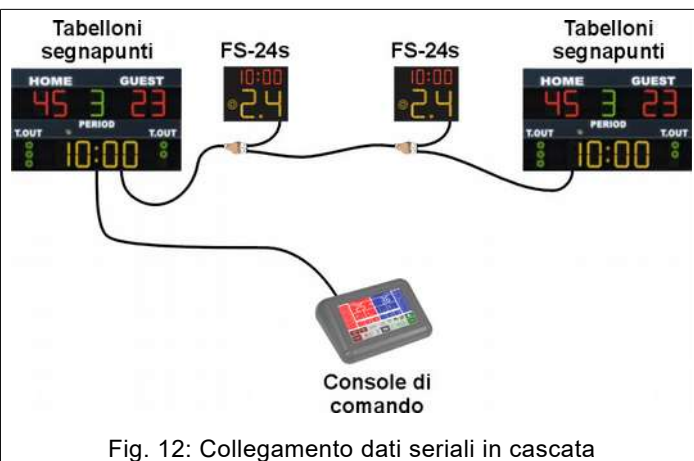
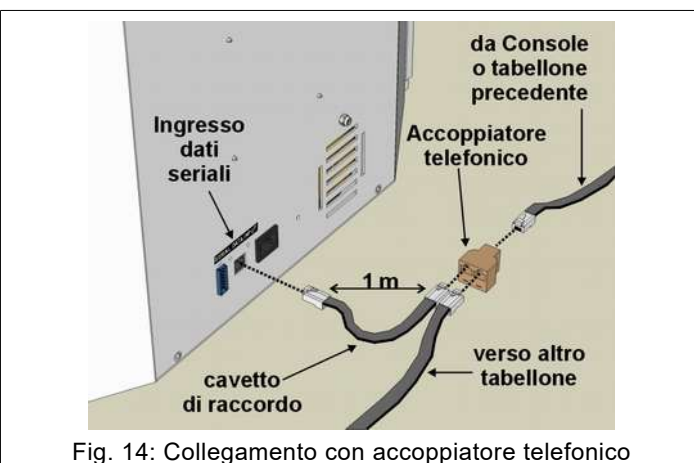

Fig. 12: Collegamento dati seriali in cascata
Fig. 14: Collegamento con accoppiatore telefonico
2. **Collegamento distribuito** (vedere Fig. 12, Fig. 14). I collegamenti sono realizzati in cascata, da un tabellone al successivo; da notare che l'interruzione di un cavo provoca lo spegnimento di più tabelloni.